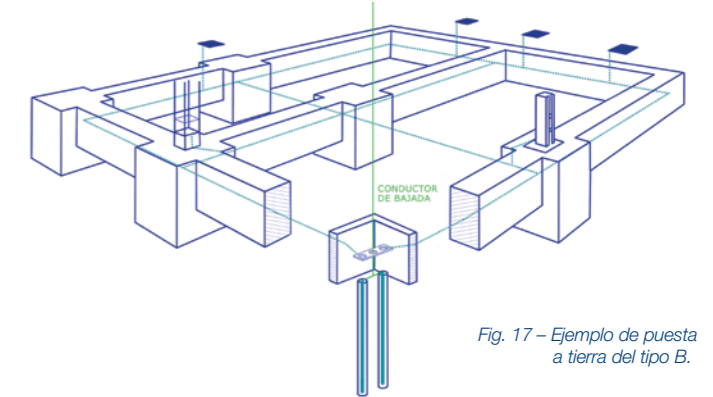

Fig. 17 - Ejemplo de puesta a tierra del tipo B.
**PUESTA A TIERRA TIPO B:** electrodo en anillo, esta disposición es un anillo conductor en contacto con el suelo en un 80% de su longitud, puede ser exterior a la estructura o electrodo de cimentación. Cada conductor de bajada, además de estar conectado al anillo, debe conectarse adicionalmente a un electrodo horizontal de un mínimo de 4m o bien a un electrodo vertical de una longitud mínima de 2m (ver Fig. 17).